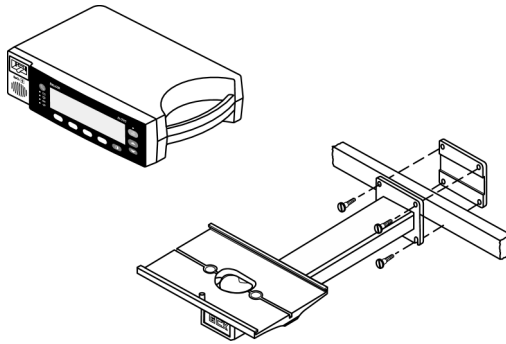

**Figura 4: Montaje tipo GCX
- Montaje múltiple GCX (montaje vertical en pared con canal de 48,2 cm). Véase la Figura 4, página 14.
El montaje vertical en pared con canal de 19 pulgadas se conecta a la placa de montaje GCX del monitor N-395, tal como se muestra en la Figura 4. Si desea obtener más instrucciones sobre la conexión de la placa de montaje vertical en pared con canal de 19 pulgadas, consulte las instrucciones de uso ilustradas incluidas con dicho componente.